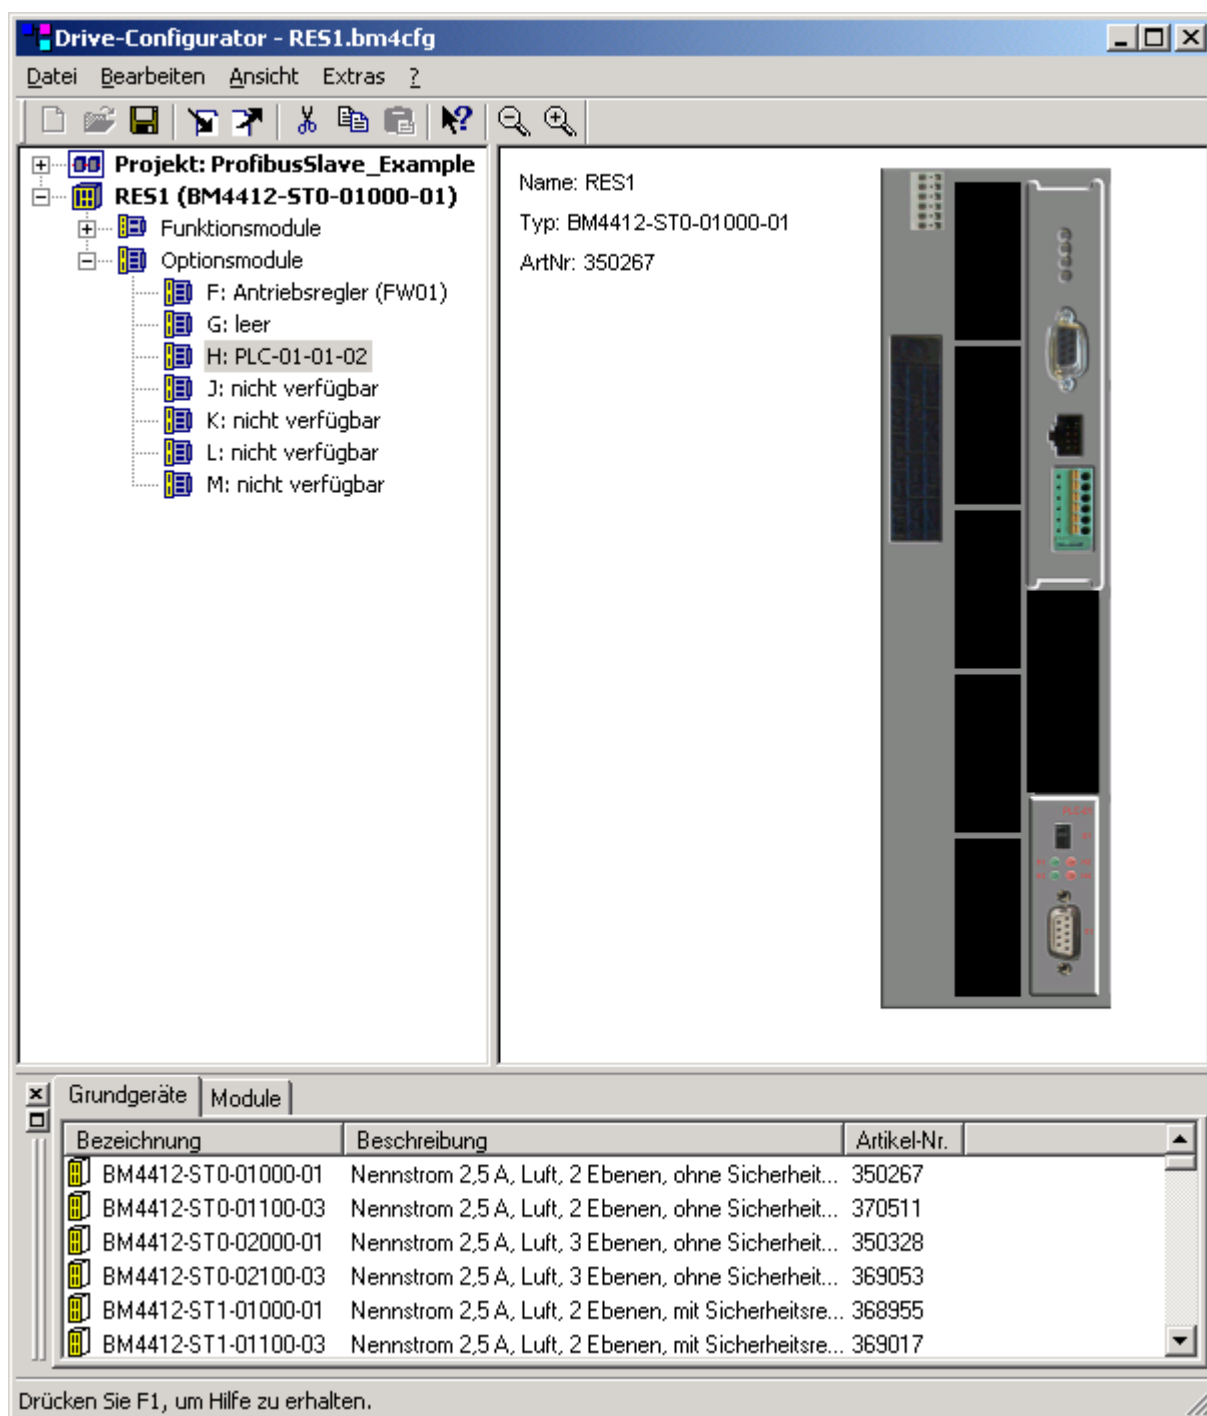

Abbildung 18: b maXX Konfigurator
Im Projektbaum des b maXX Konfigurator ist per Default ein b maXX Grundgerät inkl. b maXX Regler eingestellt. In Abbildung 18 ist unter Ressource „RES1“ das b maXX Grundgerät BM4412-ST1-02000-01 eingestellt.
- Per Default ist eine b maXX PLC in Steckplatz „H“ eingestellt. In Abbildung 18 Steckplatz „H“ ist die b maXX PLC BM4-O-PLC-01-01-02 eingestellt.